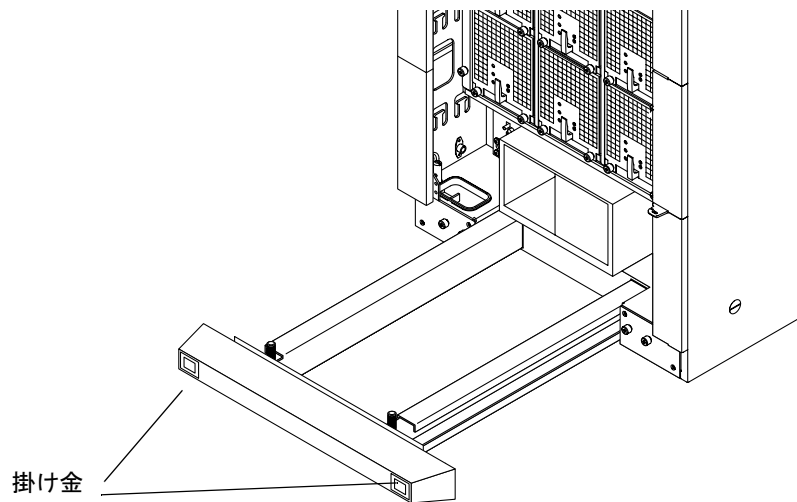

図 1-1 傾斜防止バーの拡張
1. 掛け金を外し、傾斜防止バーを伸ばします (図 1-1)。